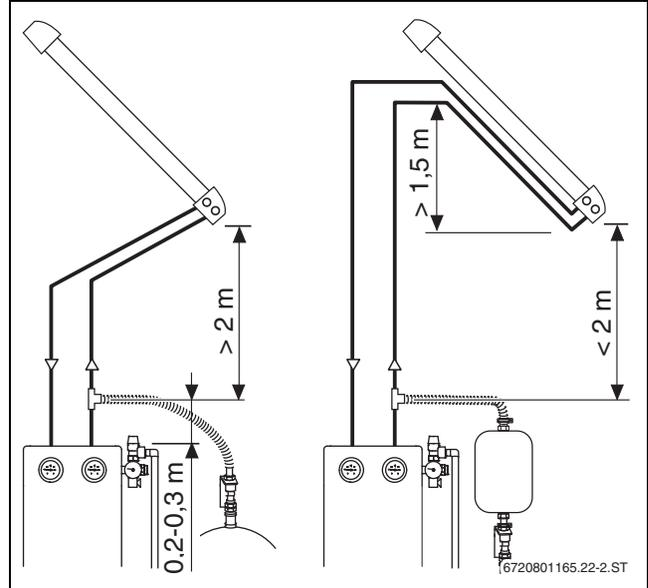

Bild 12 Abstand zum Kollektorfeld (SKR)
- ▶ Am Kollektorfeld mit Vorlauf und Rücklauf einen „Leitungssack“ von mindestens 1,5 m Höhe bilden (→ Bild 12).